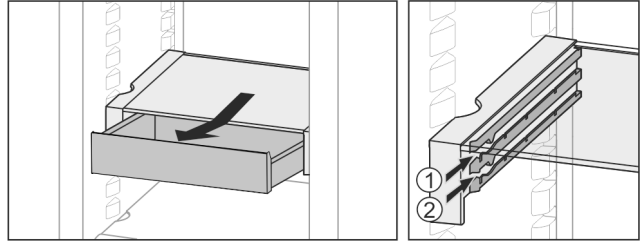

Fig. 15
- ▶ İstenen yükseklikte Fig. 15 (1) veya Fig. 15 (2) içeri itin.